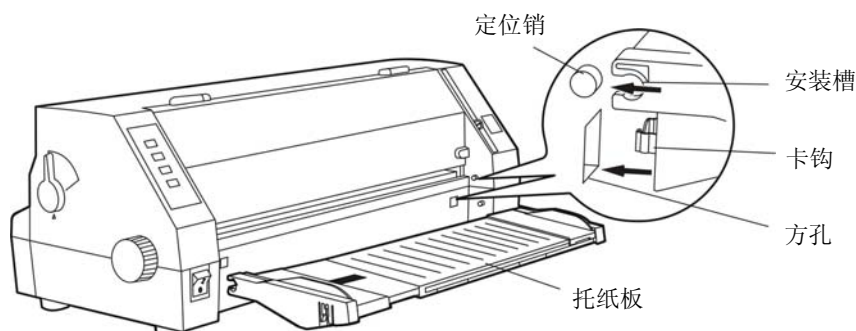

图 2-6 安装托纸板
1. 双手握住托纸板两侧，前端斜向下约 30 度角，将托纸板两侧的安装槽对准打印机外壳的定位销，然后将托纸板一侧推压到位，再将另一侧推压到位（如图 2-6 所示）。